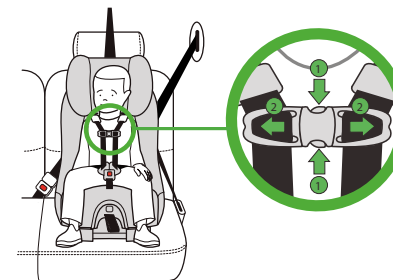

Figura 90
Apriete las lengüetas del broche del pecho para abrirlo (1) y separe las dos piezas del mismo (2), como se muestra en la **figura 90**.